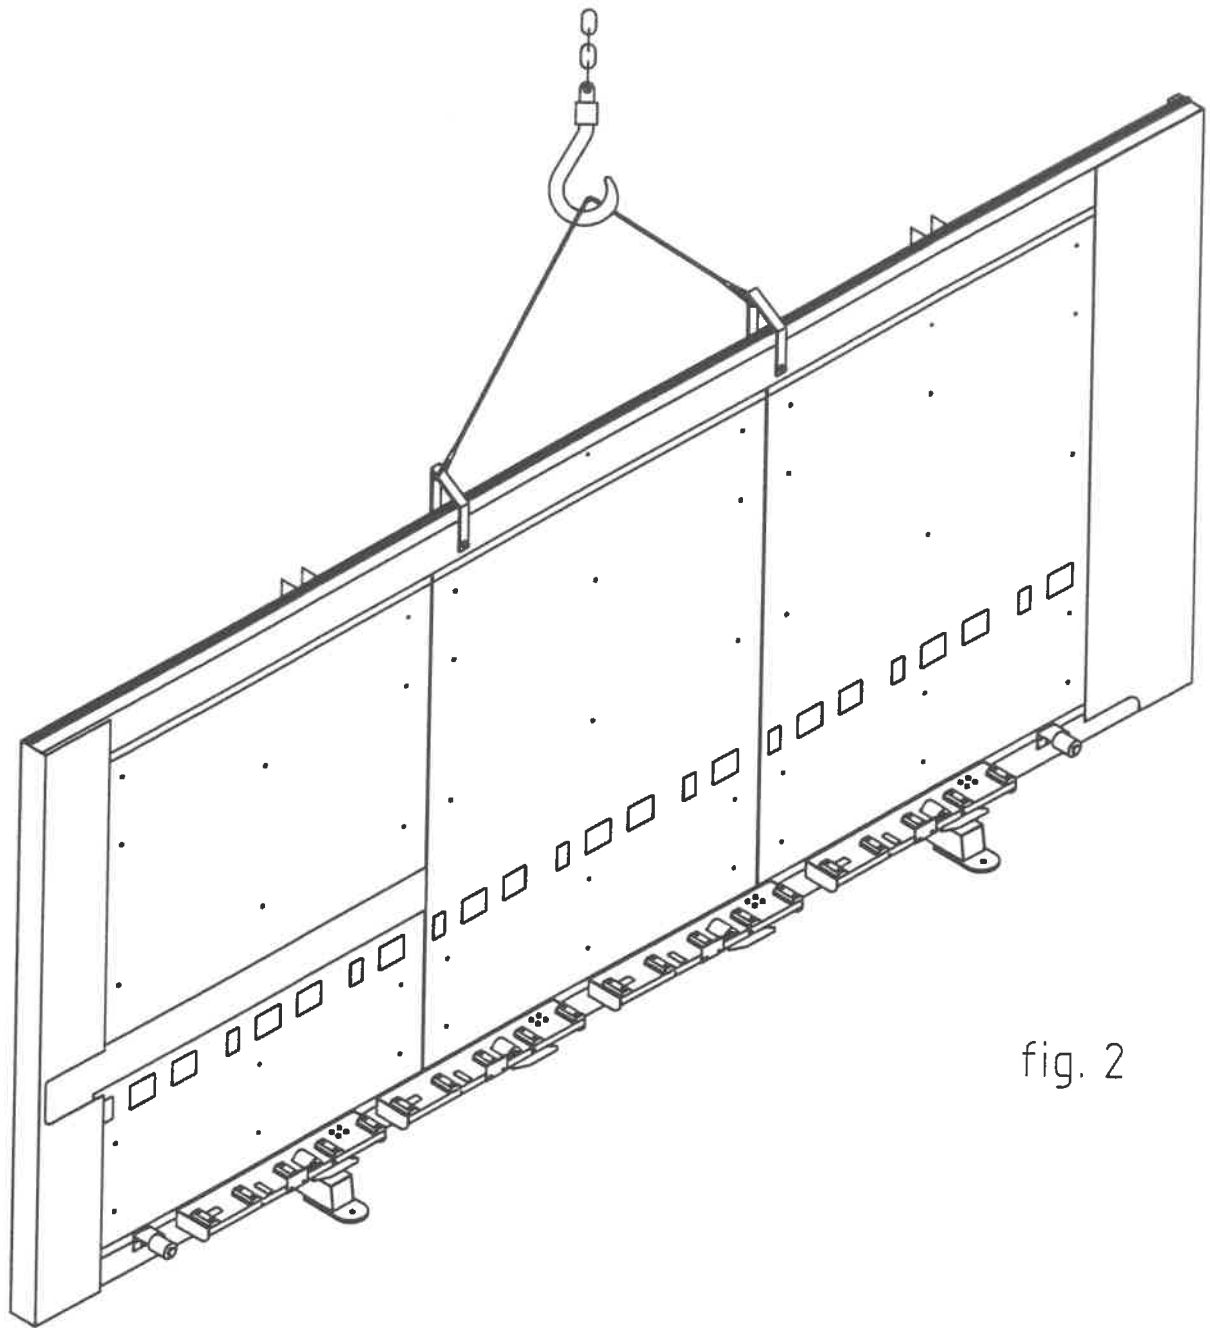

fig. 2
Lagerung der Maschine soll im stehenden Position und in einen trockenen Raum geschehen. Im fall von Verwendung einer Kran, ein dafür geeignetes Hebebasnd nur Laut Fig. 2 anbringen.
3. Stel Stellen Sie die Maschine ab mit Hilfe des Lotes "E" (Fig. 2). Das Seil wird oben durch das Loch "F" im Gestell geführt. Senken Sie das Lot bis dicht über den Fuß. Stellen Sie jetzt durch die Mutter "D" (Fig. 3) die Maschine so ein, daß das Lot "E" genau mit dem Strich übereinstimmt. Machen Sie dies sowohl für Fuß "A" als auch für Fuß "B".